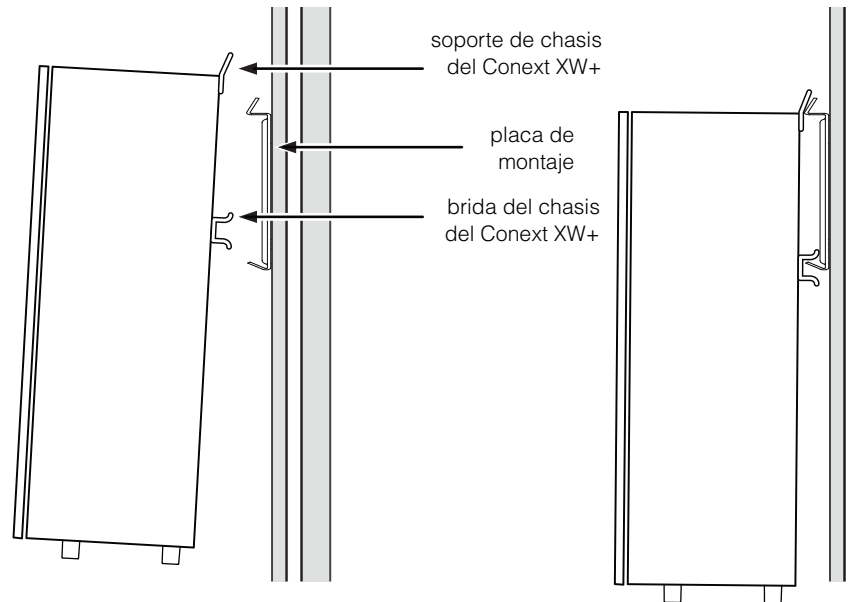

Figura 2-6 Montaje sobre la pared del Conext XW+
1. Alinee la brida en el dorso del chasis del Conext XW+ con el borde inferior de la placa de montaje, como se muestra en la Figura 2-6.